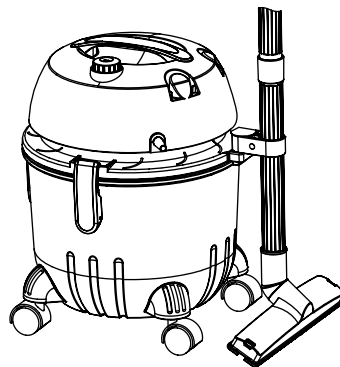

Fig.5
- Abrir las pesañas del depósito, levantar la tapa/cuerpo situada encima del depósito polvo del aparato (Fig.5) y verter su contenido en un contenedor de basura apropiado.
- Abrir las pesañas del depósito, levantar la tapa/cuerpo situada encima del depósito polvo del aparato (Fig.5)